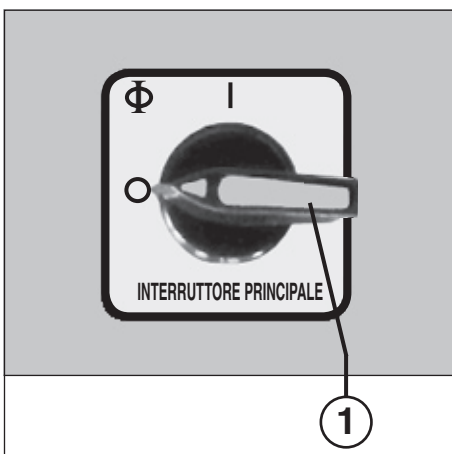

Fig. 1
ELEMENTI DI COMANDO (fig. 1, 2 e 4):
- 1 = Interruttore principale (arresto d'emergenza) (fig. 1)**